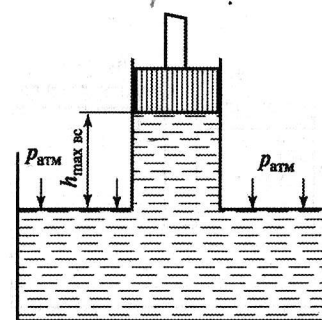

Рис. 2.20
**Задача 2.21.** Во избежание разрыва сплошности потока под поршнем в цилиндре (рис. 2.20) во время всасывания воды ( $\rho_v = 1000 \text{ кг/м}^3$ ) требуется рассчитать максимальную высоту всасывания  $h_{\max вс}$ , если давление насыщенного пара  $p_e = 10 \text{ Н/м}^2$ .